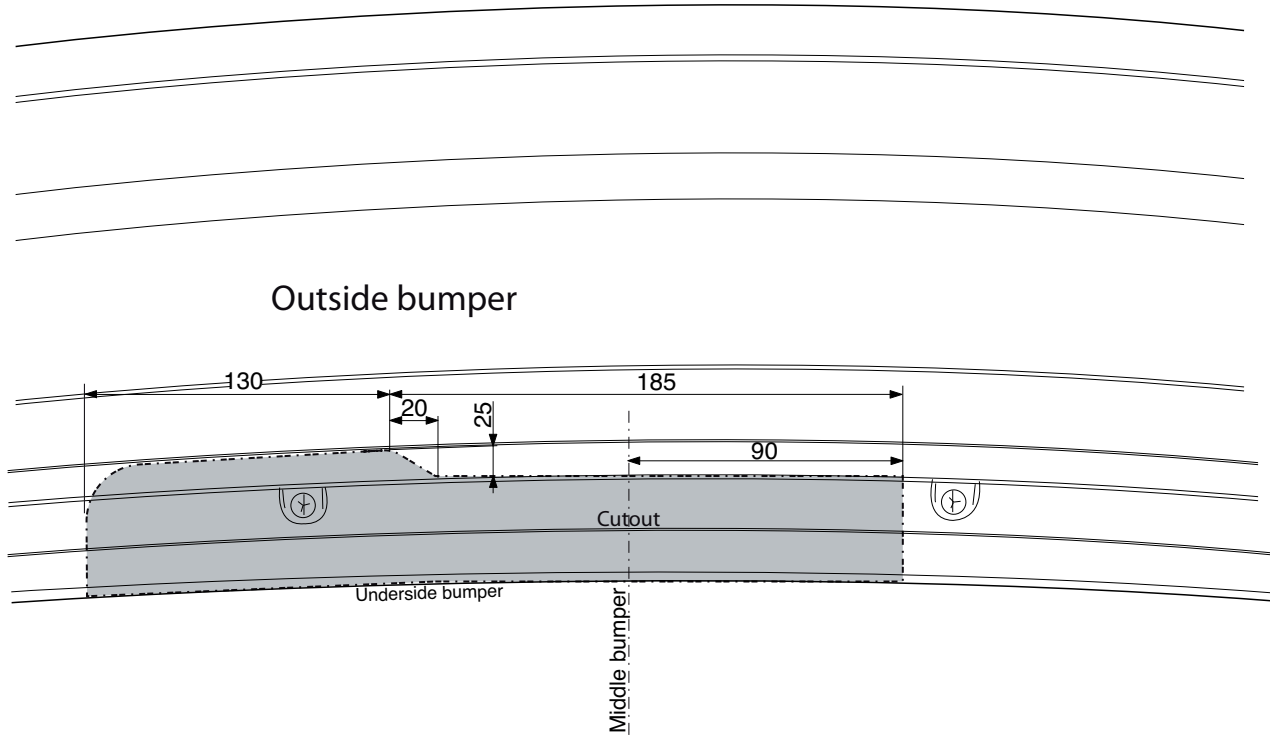

Fig.4
8. Выпилить часть из бампера в середине снизу, как указано на рис. 4.